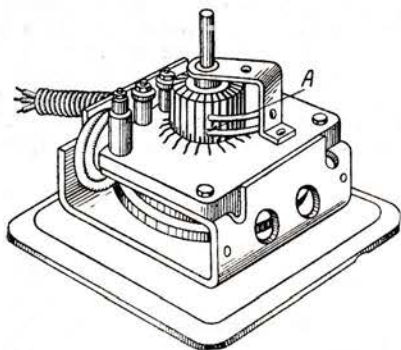

Рис. 2. Регулятор громкости (кожух-экран снят)
2) плохие контакты в потенциометре регуляторов громкости РГ усилительных устройств КУСУ-5 и КУСУ-8 между щетками ползуна и ламелями коллектора (рис. 2);